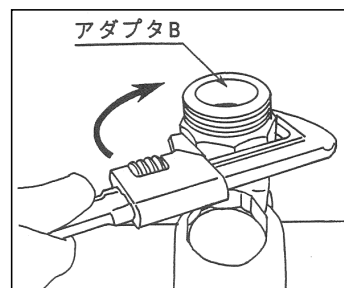

図1
- ①アダプタAにガスケットとOリング、アダプタBにガスケットが付いていることを確認する。
- ②分水栓を全開にする。
- ③アダプタBを分水栓に取り付ける。(図1)